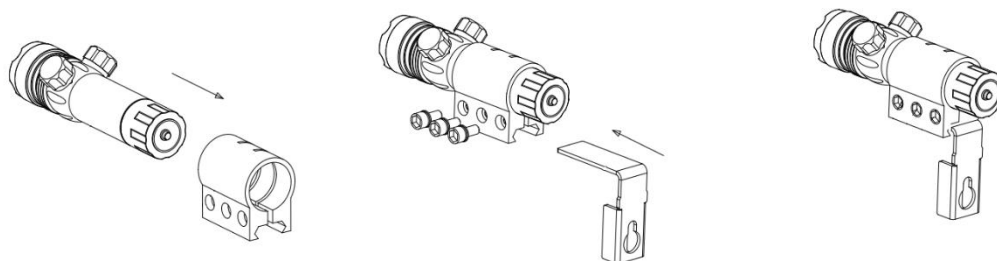

Рис. 6
6.7.2. Зафиксировать лазерный целеуказатель на специальном кронштейне, кронштейн входит в комплект поставки (Рис.6)